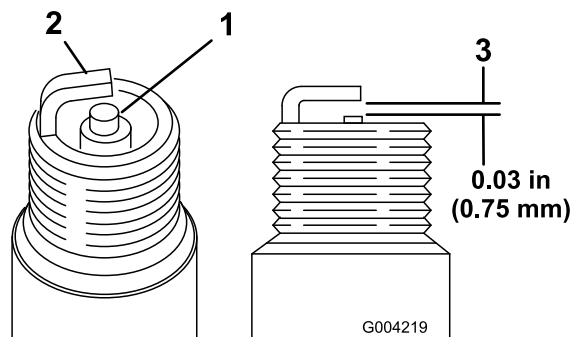

Figura 16
1. Veja a parte central de ambas as velas de ignição (Figura 16). Se verificar uma cobertura
2. Verifique a folga entre os eléctrodos central e lateral (Figura 16).
3. Dobre o eléctrodo lateral (Figura 16) se a folga não for a correcta.